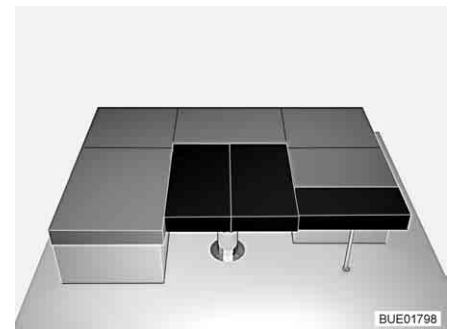

Bild 104 Nach dem Umbau
- Das kleine Zusatzpolster auf die Bettkasten-Verlängerung legen (siehe Bild 104).